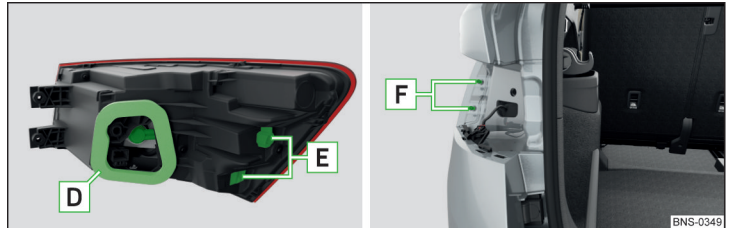

Abb. 378 Leuchte einbauen
- › Die Leuchte mit den Öffnungen **E** auf die Bolzen **F** » Abb. 378 in der Karosserie stecken und die Leuchte vorsichtig eindrücken » **!**.
- Darauf achten, dass bei erneutem Einbau der Leuchte der Leitungsstrang zwischen der Karosserie und der Leuchte nicht eingeklemmt und die Dichtung **D** » Abb. 378 richtig eingesetzt wird - anderenfalls besteht die Gefahr von Wassereintritt und von Beschädigung der Elektroinstallation.